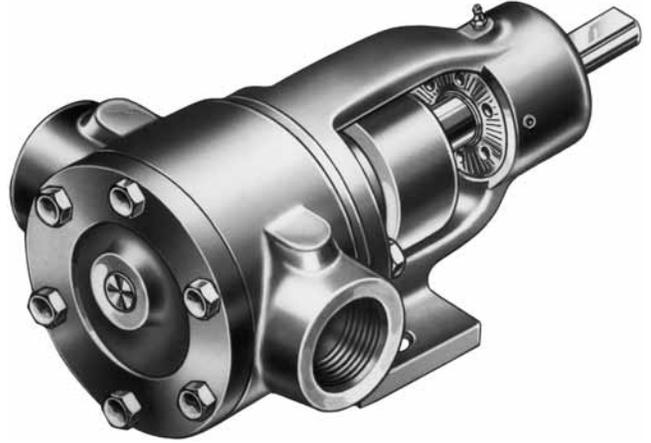
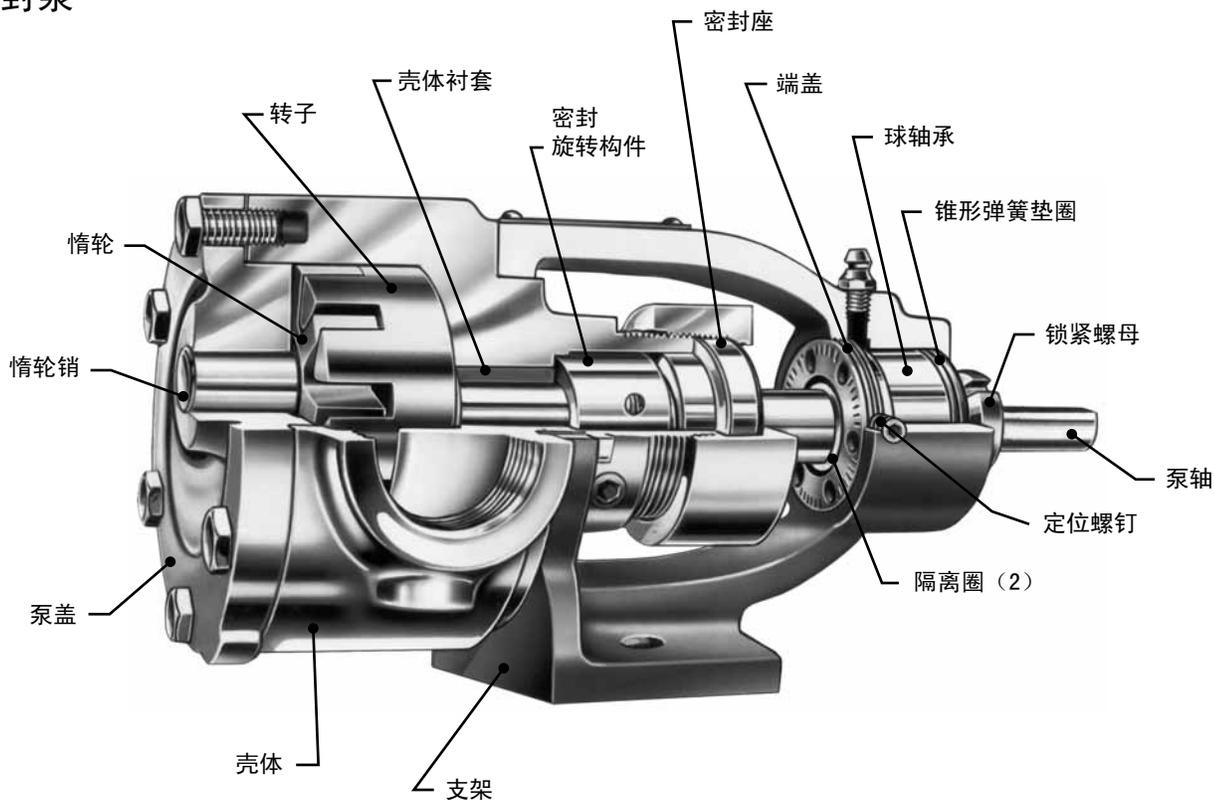
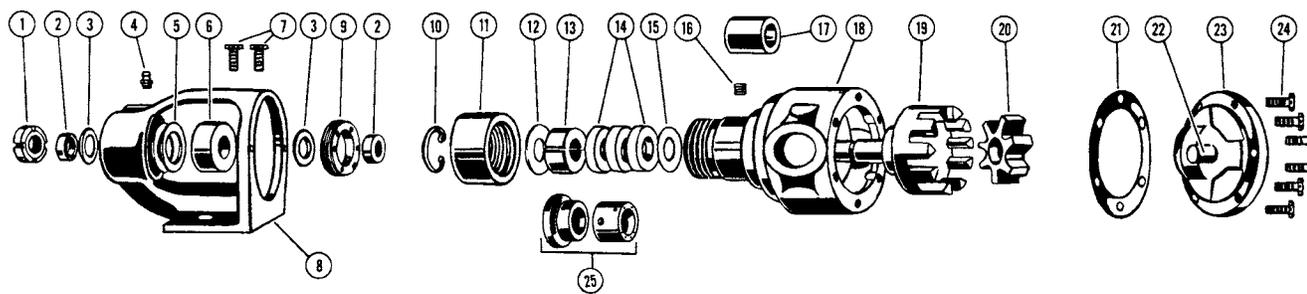

图1 - F、FH 和 G型
图2
图3
此维修手册仅限于讨论采用支架安装方式的大功率不锈钢泵。这种泵若配备一个充有密封材料的多环型盘根盒、便叫做 724 系列；若配备一个模塑环机械密封、则叫做 4724 系列。数字部分以及表明泵基本尺寸的字母前缀合起来一起构成泵的型号。填料密封的泵和机械密封的泵、在整体外观上几乎一模一样、详见图1
4. 减压阀调整螺帽必须**始终**指向泵的吸入侧。如果泵的旋转方向逆转、则拆下减压阀、并反向安装。**请参考第一页的图1和第二页的图2和图3。**
1. **注意：**当把泵盖从泵体上拆卸下来（见图2）时、惰轮通常会位于惰轮销上、但若泵盖内侧向下倾斜、则惰轮会脱离惰轮销。若惰轮掉落在坚硬物体表面上、则可能会受到损坏。若惰轮有掉落的可能、则要仔细检查、并在重新组装前锉平或磨光所有有刻痕或粗糙的地方。